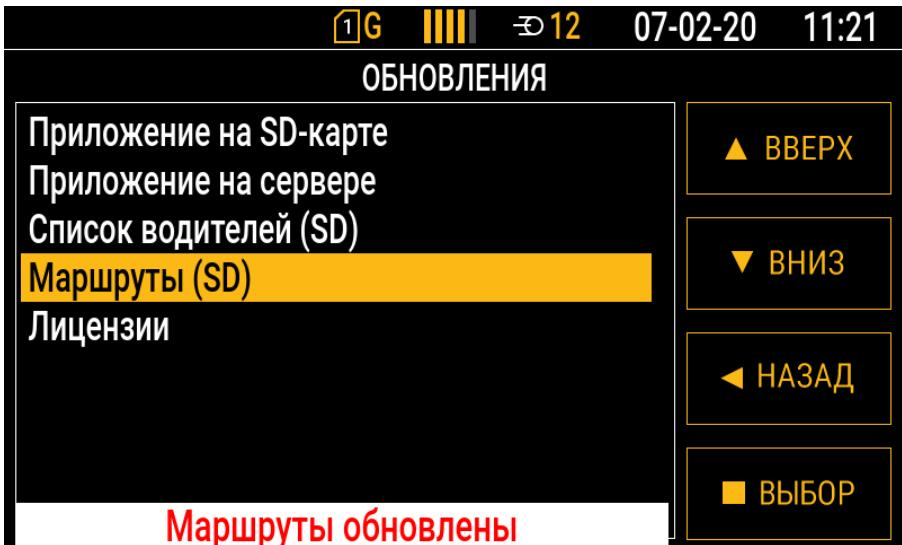

Рис.104. Уведомление об обновлении маршрутов
- По окончанию загрузки, внизу экрана появится уведомление «Маршруты обновлены» (Рис.104).